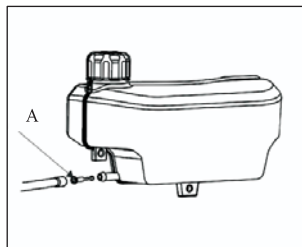

Fig. 14
3. Recoloque o filtro de combustível (A) e a linha de combustível. (Ver Fig. 14)